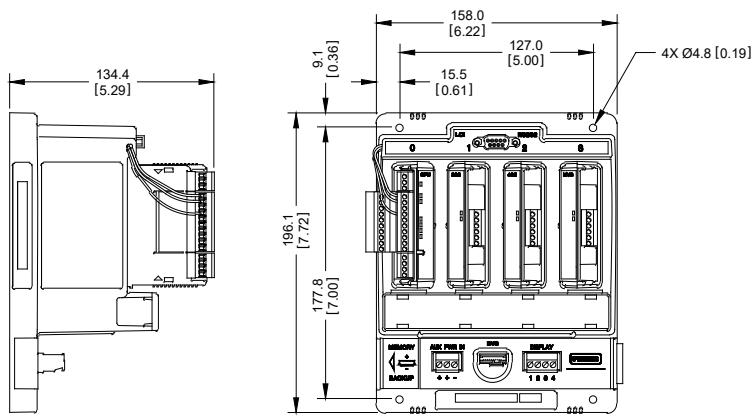

Figura 2. Dimensiones del FB107
- **Solo la unidad principal.** Colóquela según lo desee en la placa de montaje de la carcasa y ubique los orificios de montaje en la placa con el FB107 como plantilla. Vea la Figura 2 para obtener las dimensiones del FB107. Perfore y rosque orificios de montaje en la placa con una rosca de 8-32 UNC. Coloque el FB107 sobre las ubicaciones roscadas y conecte la placa con los cuatro tornillos de 8-32 UNC x 1,00 pulg provistos. Ajuste los tornillos en un par de 1,1 a 1,4 N·m aproximadamente.